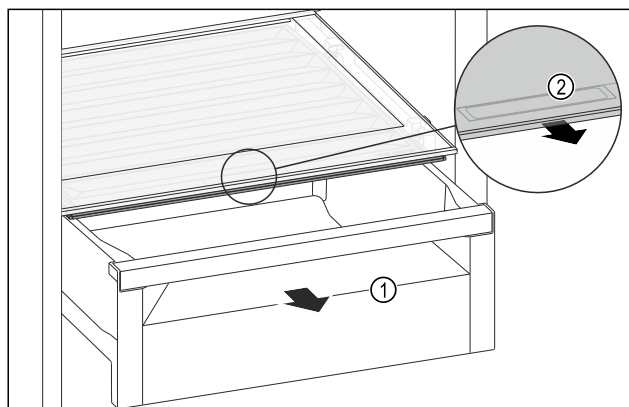

Fig. 66
- Извлеките выдвижной ящик Fig. 66 (1).
- Возьмитесь за утопленную ручку Fig. 66 (2) на крышке отделения и одновременно потяните крышку отделения вперед.